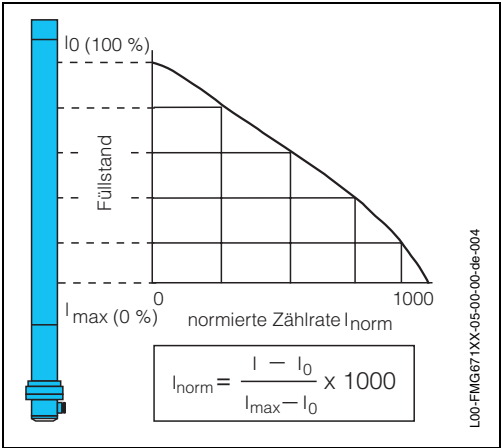

Abb. 4.7 Standard-Linearisierungstabelle
- Werden die Wertepaare während der Befüllung aufgeschrieben und **später** als manuelle Tabelle eingegeben, dann muss die Impulsrate in eine **normierte** Impulsrate umgerechnet werden (Formel s. Abb. 4.7 auf Seite 38).